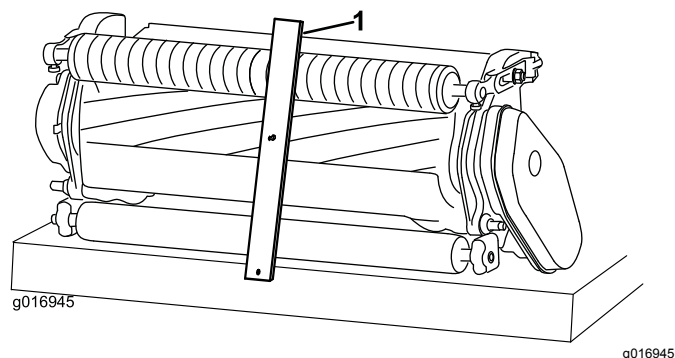

図 11
3. ゲージバーのねじの頭を下刃の先端に引っかけ、バーの後端を後ローラに当てがう 図 11。